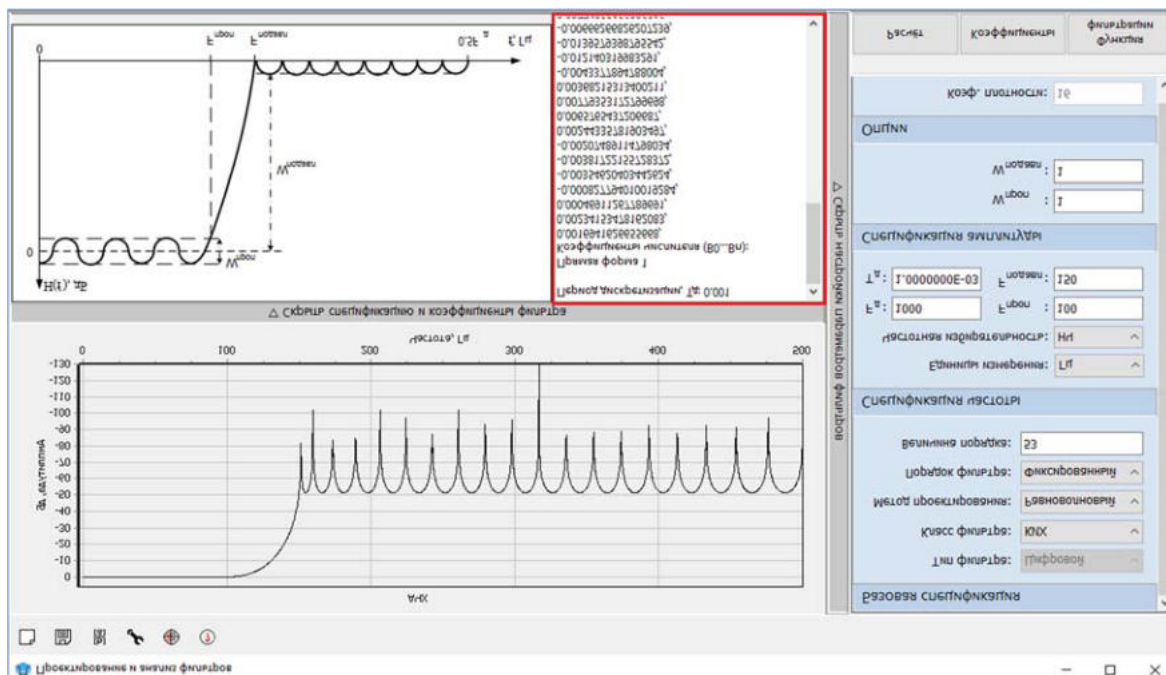

Рис. 8. Окно "Проектирование и анализ цифровых фильтров" с выделенной областью, содержащей коэффициенты фильтра.
4. После окончания расчета необходимо скопировать полученные коэффициенты импульсной характеристики, которые используются для задания передаточной функции КИХ-фильтра. Для этого следует выделить коэффициенты в нижней части окна Проектирование и анализ фильтров, обозначенной на рисунке (Рисунок 8), нажатием правой кнопки мыши вызвать контекстное меню, после чего выбрать Копировать или скопировать с использованием сочетания клавиш "Ctrl + C".